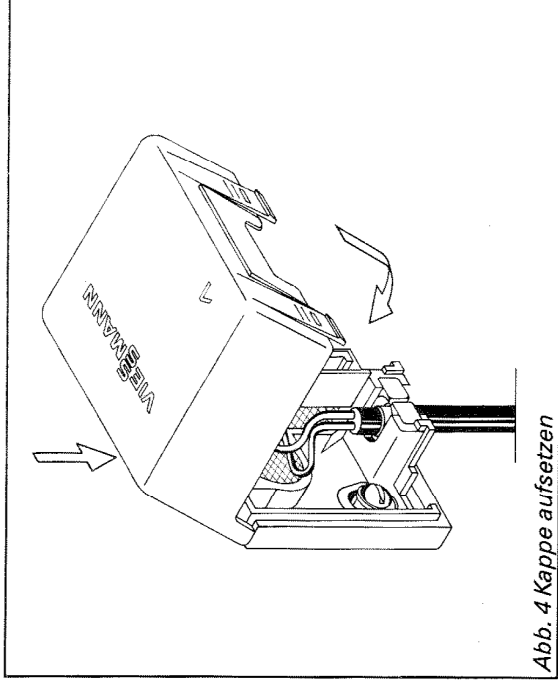

Abb. 4 Kappe aufsetzen
4. Die Kappe am oberen Sockelrand einhängen und auf den Sockel drücken, bis die Befestigungsklammern im Sockel eingerastet sind (Abb. 4).